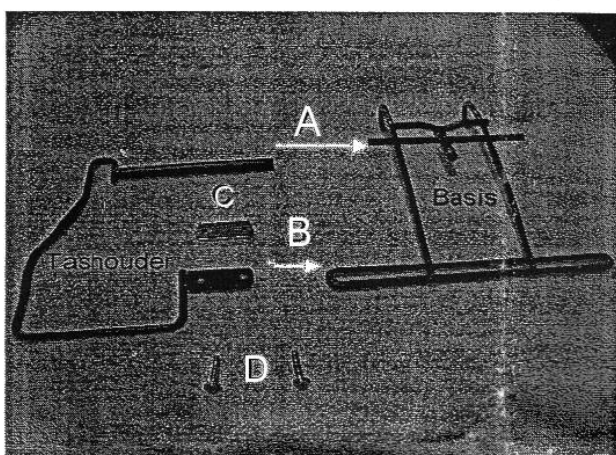
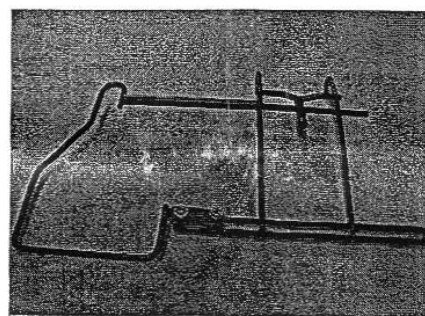

fig. 1
fig. 2
De Pakaf-Mee bestaat uit twee delen: de basis en de tashouder. Bij montage aan de rechter kant (kettingkast zijde) schuift men de pijp van de tashouder aan de linkerkant over de draad van de basis zie **A** (fig. 1). Daarna plaatst men het plaatje met de twee gaten **voor** de dubbele draad zie **B**. De twee boutjes **D** worden nu door gaten van het plaatje en tussen de twee draden in het plaatje met schroefdraad **C** gedraaid. Het resultaat ziet er nu uit als fig. 2.
- ✓ Il est nécessaire d'assembler les 2 parties comme montré sur la figure 1 avant de commencer l'installation.
- ✓ Les 2 parties se fixent ensemble grâce à la plaque filetée (C) et aux deux vis (D) comme montré sur la figure 1 (à l'endroit B). Bien visser l'ensemble.
- ✓ Le support ressemble maintenant à la figure 2 et se monte à droite du porte-bagage.